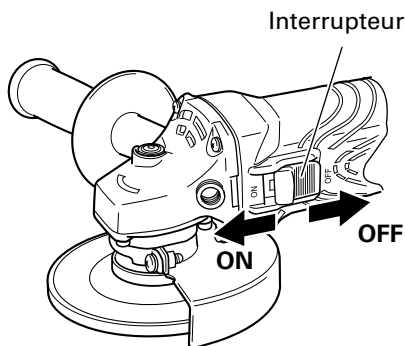

Fig. 3
- Mettre la meuleuse à disque sous tension. (Fig. 3) Tout en maintenant la meuleuse à disque fermement, utiliser un doigt pour faire glisser l'interrupteur sur la position "ON".